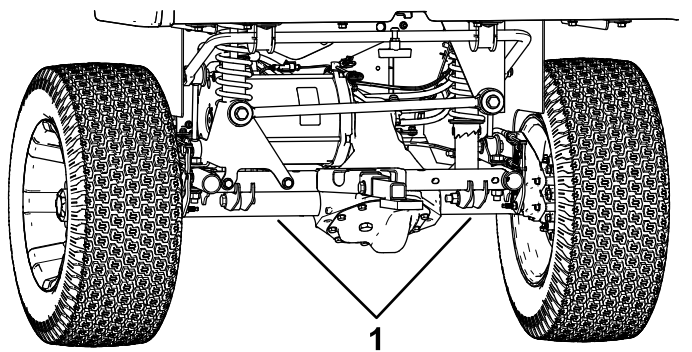

Figura 27
- Punctul de ridicare din partea din spate a mainii este situat sub tuburile axului (Figura 27).